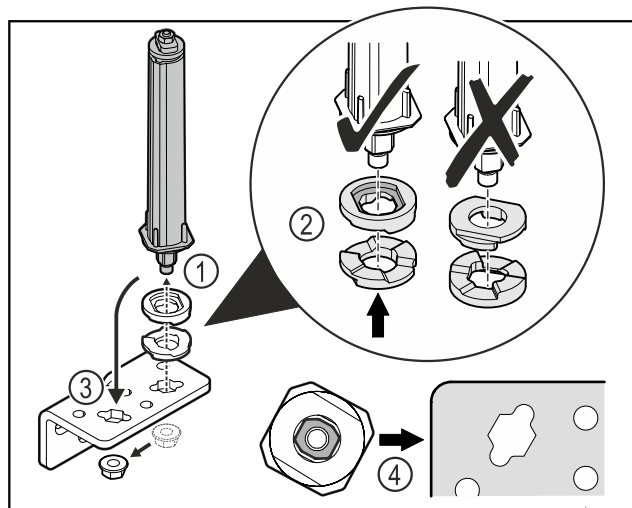

Fig. 52
- ▶ Desfaceți piulița și îndepărtați sistemul de închidere a ușii Fig. 52 (1).
- ▶ Aveți în vedere alinierea corectă a șaibelor de reglaj pe înălțime Fig. 52 (2).
- ▶ Mutați sistemul de închidere a ușii în colțarul balamalei și fixați cu piulița Fig. 52 (3).
- ▶ La utilizare aveți în vedere alinierea corectă a sistemului de închidere a ușii Fig. 52 (4).